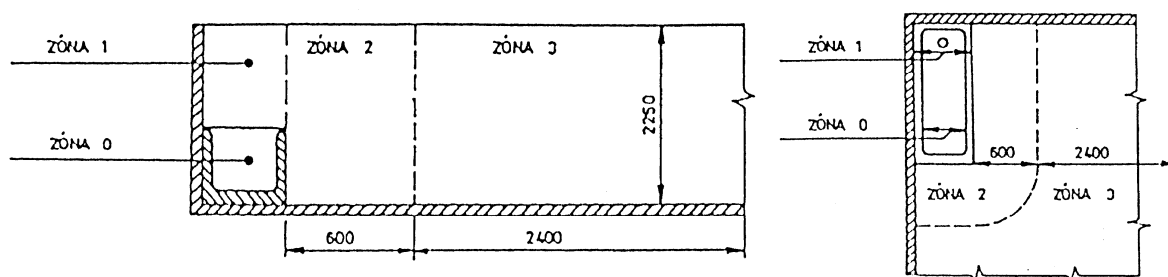

Рис. 1
- котел может быть установлен в обычной среде. Котел запрещается устанавливать в ванных комнатах и душевых в зонах (0, 1, 2, 3 – см. рис.1 ниже).